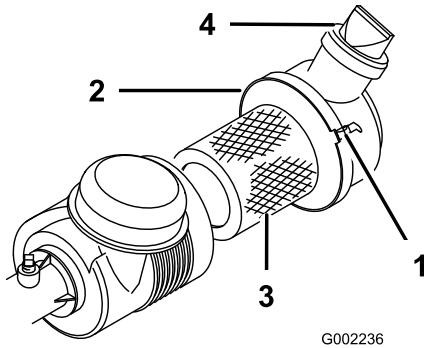

Bild 38
Prüfen Sie das Gehäuse des Luftfilters auf Schäden, die eventuell zu einem Luflleck führen könnten. Stellen Sie sicher, dass der Staubdeckel vollständig auf dem Luftfilter abgedichtet ist. Ersetzen Sie ein defektes Luftfiltergehäuse. Drücken Sie das Ventil (Bild 38) vor jedem Einsatz, um Staub und Rückstände zu entfernen. Warten Sie den Luftfilter alle 100 Stunden.
3. Lösen Sie den Luftfilterriemen, mit dem die Luftfilterabdeckung am Luftfiltergehäuse befestigt ist (Bild 38) und nehmen Sie die Abdeckung vom Gehäuse ab.
7. Befestigen Sie die Riemen (Bild 38).
4. Setzen Sie die Abdeckung auf, wobei das Ventil nach unten zeigen sollte, und befestigen Sie die Riemen (Bild 38).